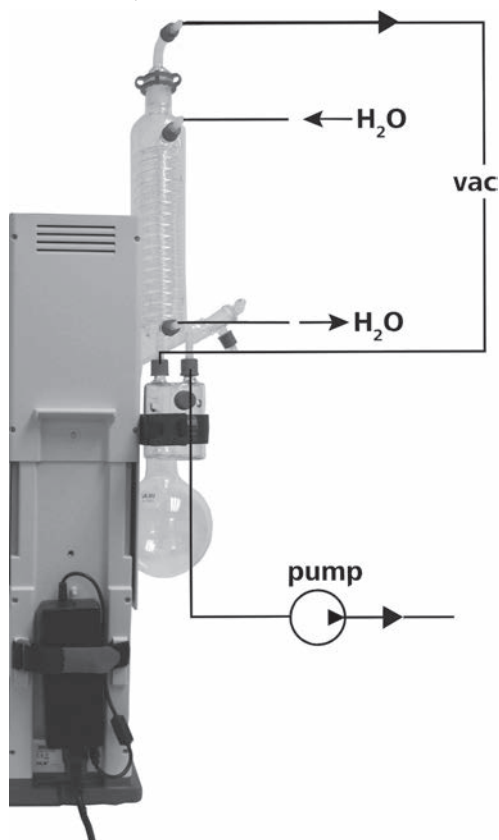

Fig. 20
- Raccordez les flexibles d'eau ( $H_2O$ ) au condenseur selon le principe du courant contraire. (Fig. 20)